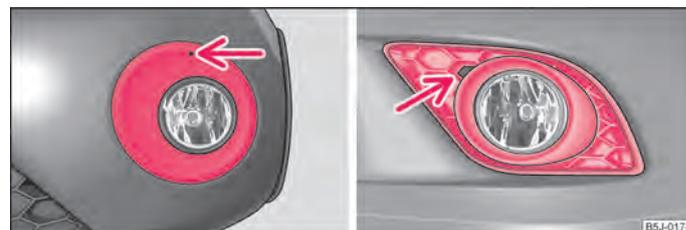

Abb. 162 Vorderer Stoßfänger: Fabia Scout / Fabia RS
- In die Öffnung oberhalb des Nebelscheinwerfers ⇒ **Abb. 162** - links führen Sie den Drahtbügel aus dem Bordwerkzeug ein und nehmen die Abdeckung heraus.
- Führen Sie einen Finger in die Öffnung neben dem Nebelscheinwerfer ⇒ **Abb. 162** - rechts und nehmen Sie die Abdeckung heraus.